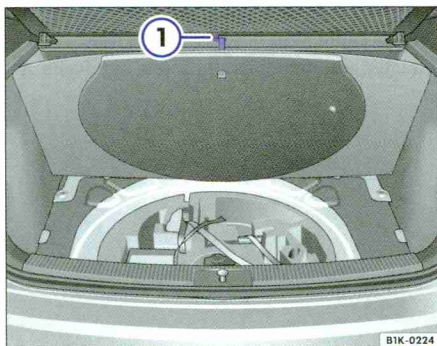

Fig. 185 Dans le coffre à bagages : revêtement de plancher relevé
- Soulevez le revêtement de plancher et accrochez-le au crochet situé sous le couvre-coffre ⇒ fig. 185 ①.